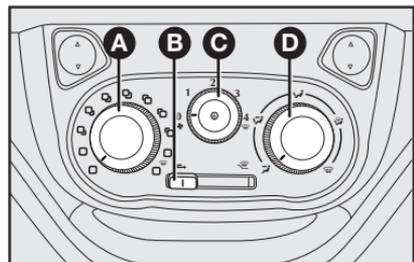

fig. 47
COMANDOS - fig. 47
1) Seletor para a temperatura do ar **A-fig. 47** totalmente posicionado à esquerda.
2) Seletor do ventilador **C-fig. 47** posicionado na velocidade máxima.
3) Seletor de distribuição do ar **D-fig. 47** apontado para ; controlar para que todas as saídas de ar estejam totalmente abertas.
4) Ligar o ar-condicionado apertando o seletor a partir da posição 1 **C-fig. 47** (a luz-espia no seletor irá acender).
O ar-condicionado é muito útil para acelerar o desembaçamento, pois desumidifica o ar. É suficiente regular os comandos para a função de desembaçamento e ativar o condicionador, apertando o seletor **C-fig. 47**.
1) Condicionador de ar ligado: seletor **C-fig. 47**.